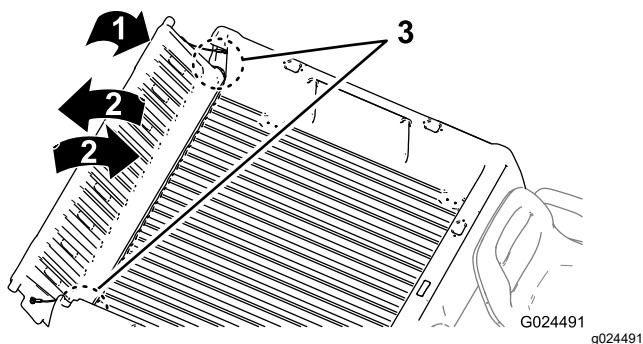

図 17
2. テールゲートを 45°程度の角度にする 図 17。
3. この位置から、テールゲートを小刻みに前後に振るように数回往復させる図 17。